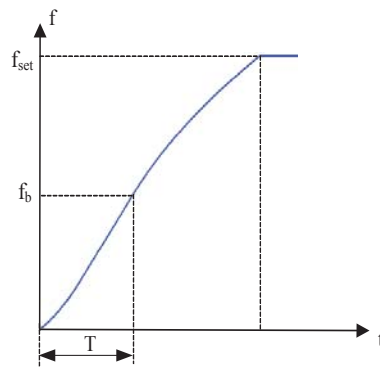

图 5-23 S 曲线加减速 B 示意图
- 2: S 曲线加减速 B——在此加减速曲线中, 电机额定频率 f_b 总是 S 曲线的拐点。如图 5-23 所示。一般用于在额定频率以上的高速区域, 需要短时加减速的场合。当设定频率在额定频率以上时, 加减速时间为:
功能码 F4-08 和 F4-09 分别定义了 S 曲线加减速 A 起始段和结束段的时间比例, 且两者满足: $F4-08 + F4-09 \leq 100.0\%$ 。图 5-23 中 t_1 即为参数 F4-08 定义的参数, 在此段时间内输出频率变化的斜率逐渐增大。 t_2 即为参数 F4-09 定义的时间, 在此时间段内输出频率变化的斜率逐渐变化到 0。在 t_1 和 t_2 之间的时间内, 输出频率变化的斜率是固定的。